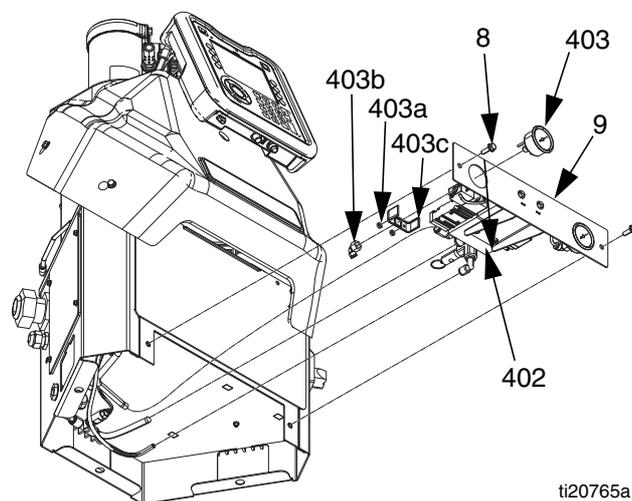

FIG. 48
*Desmontaje (consulte la FIG. 48):*
3. Retire los dos tornillos (8); luego deslice el conjunto de control de aire (9) fuera del armario eléctrico (1) de tal forma que la parte posterior de los medidores quede expuesta.
4. Retire las dos tuercas (403a) que sujetan el medidor (403) en su lugar y luego retire el soporte (403c).
Montaje (consulte la FIG. 48):